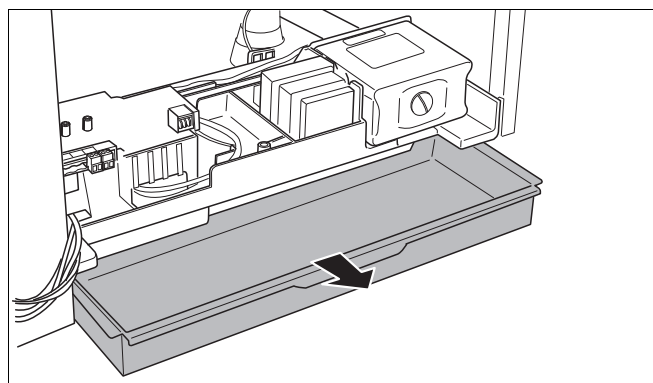

Fig. 39 Aprire il cassetto
- Aprire il cassetto (fig. 39).